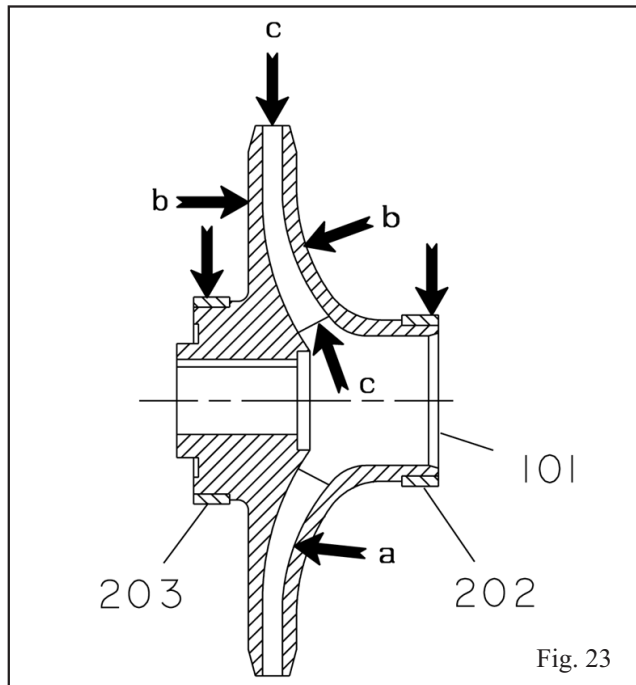

Fig. 23
1. Inspeção as palhetas do impulsor para verificar se há danos. Substitua se os sulcos foram superiores a 1,6 mm ($\frac{1}{16}$ pol.) ou se o desgaste uniforme for superior a 0,8 mm ($\frac{1}{32}$ pol.). (Área “a” na Fig. 23.)
2. Inspeção os defletores para verificar se há danos. Substitua se o desgaste ou a dobra for maior que 0,8 mm ($\frac{1}{32}$ pol.). (Área “b” na Fig. 23.)
3. Inspeção os bordos de ataque e de arrasto das palhetas para verificar se há danos de furos, erosão ou corrosão. Substitua como no N°. 1. (Área “c” na Fig. 23.)